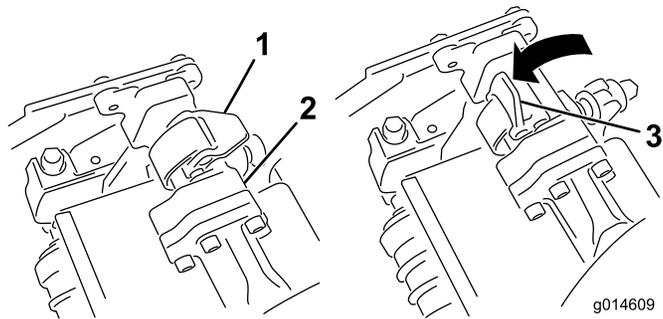
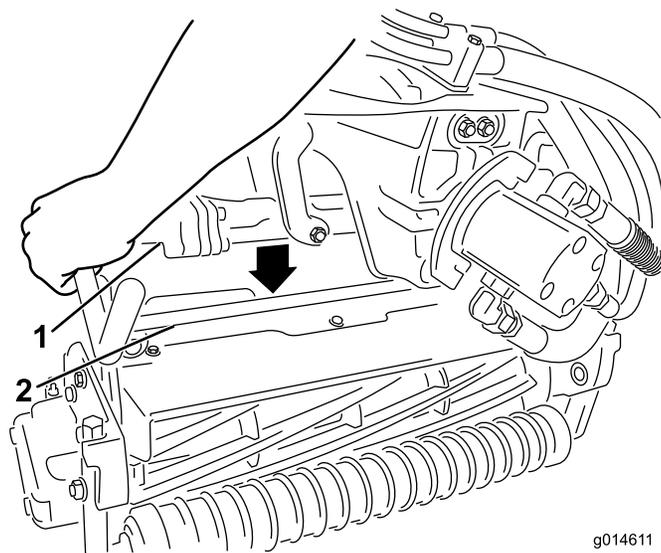

图33
图34
4. 当悬挂臂杆上的闭锁指向上方（即打开）时（图33），向下压悬挂臂，使悬挂臂杆与滚刀组顶部的横杆相契合（图34）。
5. 向下并绕着滚刀组横杆关闭闭锁，将它们锁定到位（图33）。
5. 打开您正在拆下的滚刀组悬挂臂上的闩锁（图33）。